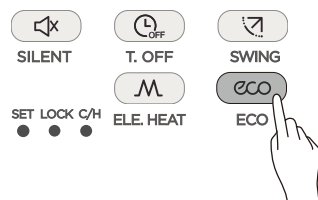

Figura 20
1. Pressione (vide Figura 20) para enviar o sinal ECO à unidade interna. O ícone *eco* será exibido;